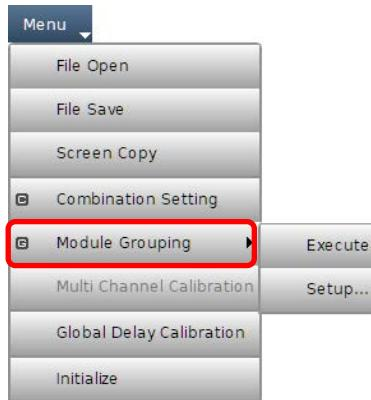

図 3.4.1-2 メニューの Module Grouping 表示
2. 図 3.4.1 Grouping ダイアログボックスの [OK] をタッチします。このときに、Slot1 のグルーピング対象のパラメータが、Slot2 と Slot3 のパラメータに反映されます。